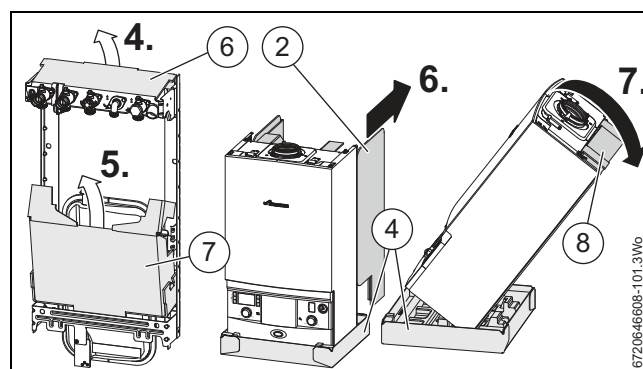

Fig. 36 Finalizar el desembalaje
- ▶ Retirar todos los embalajes en la caldera y la base de embalaje (Fig. 36, [4]).
- ▶ Dejar el apoyo en forma de V (Fig. 36, [8]) en su lugar hasta que la caldera esté lista para colgarla del bastidor de montaje mural; retirarlo a continuación.